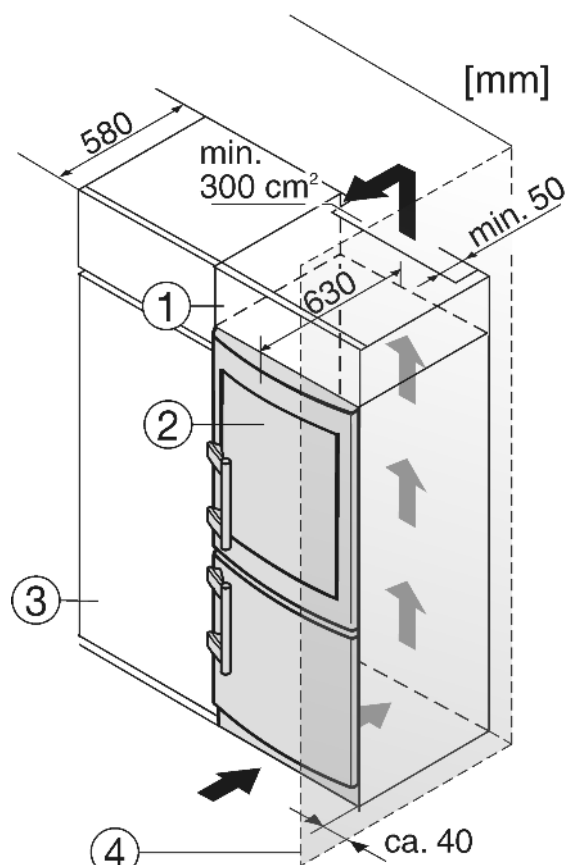

Fig. 21
- (1) Mobile da appoggio
- (2) Apparecchio
- (3) Mobile da cucina
- (4) Parete
L'apparecchio può essere incassato nell'arredamento per la cucina. Per adattare l'apparecchio Fig. 21 (2) all'altezza della cucina componibile, è possibile applicare sopra l'apparecchio un adeguato mobile da appoggio Fig. 21 (1).
Nell'incasso con mobili da cucina (profondità max. 580 mm) l'apparecchio può essere installato direttamente accanto al mobile da cucina Fig. 21 (3). La porta dell'apparecchio sporge di lato 34 mm e al centro dell'apparecchio 50 mm rispetto alla parte anteriore del mobile da cucina. Questo consente una perfetta apertura e chiusura.
Se l'apparecchio con cerniere viene installato accanto ad una parete Fig. 21 (4), la distanza minima fra l'apparecchio e la parete deve essere almeno di 40 mm, che corrisponde alla sporgenza della maniglia con la porta aperta.